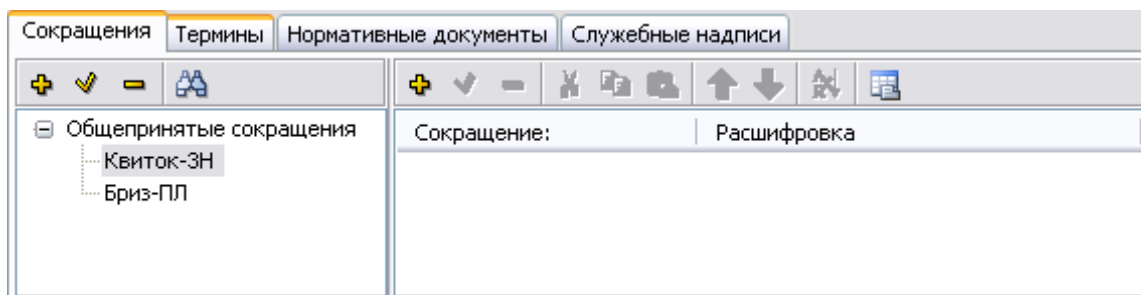

Рисунок 156
2) Выделите категорию, в которую нужно скопировать сокращения (рисунок 156).